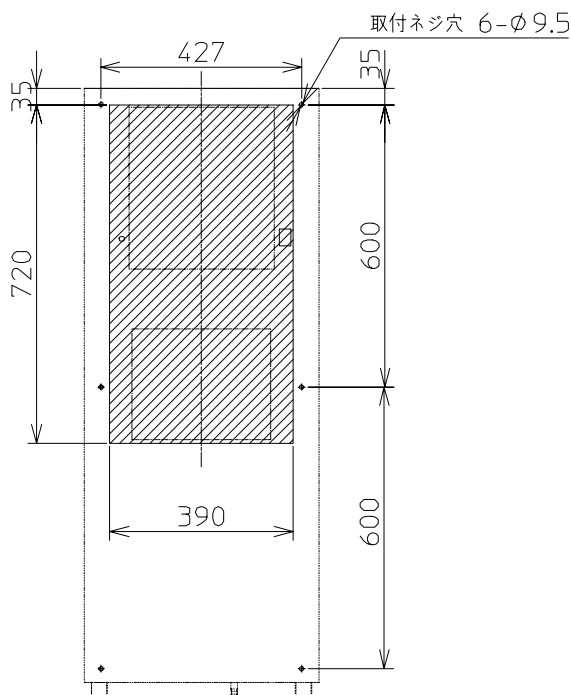

図1.パネルカット図
1. 図1のパネルカット図に従って、開口部を取付け面に加工して下さい。
付属品の内気ルーバーを取付けると、冷風が下方方向になります。(図1)
(図1)